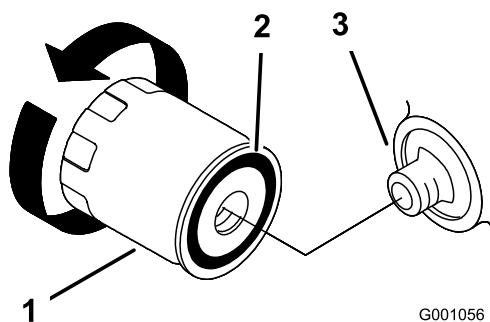

Figura 23
- Retire el filtro usado y limpie con un paño la superficie de la junta del adaptador del filtro (Figura 23).
- Aplique una capa fina de aceite nuevo a la junta de goma del filtro nuevo (Figura 23).
hasta que la junta de goma entre en contacto con el adaptador del filtro, luego apriete el filtro de 2/3 a 1 vuelta más (Figura 23).